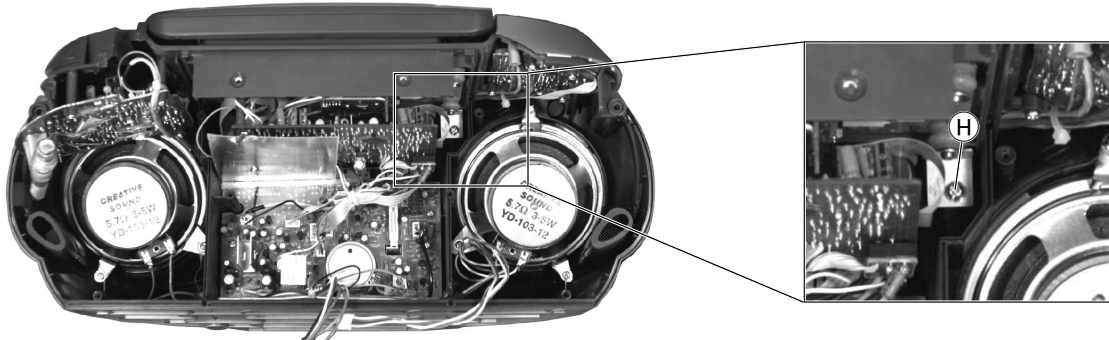

Fig. 5
- Schraube **H** herausdrehen (Fig. 5).
- Undo the screw **H** (Fig. 5).